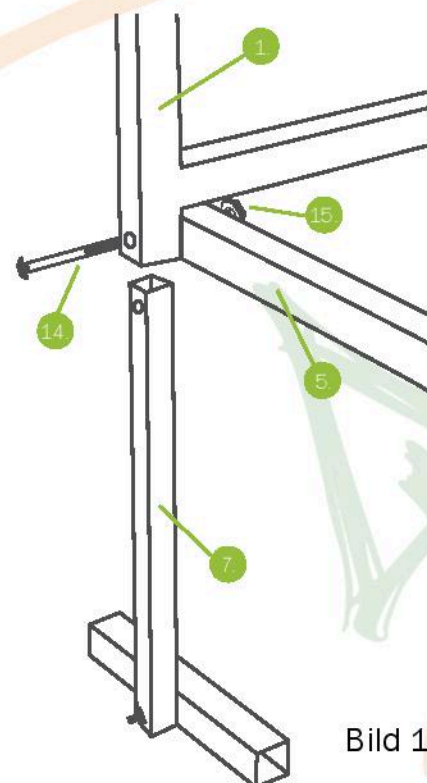

Bild 11.
5.3.2. Verbinden Sie montierte Stirnwand mit Fundamentgerade mit 6 x 50 mm Durchsteckschrauben, durch Festigung der Beine an Unten der Stirnwand entsprechend gebohrten Löchern (Bild 11).